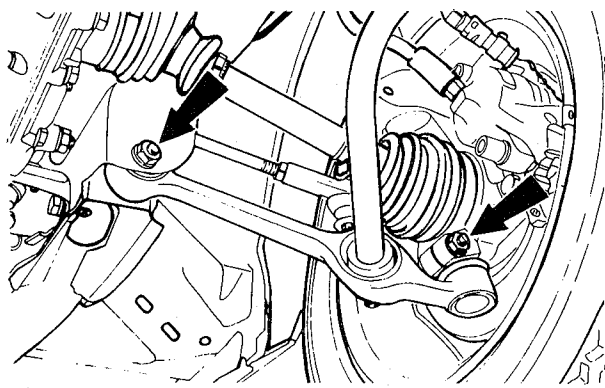

fig. 29
6. Instalar o braço inferior no suporte da carroceria (fig. 29)
2. Remover o parafuso da articulação do braço inferior (fig. 29)